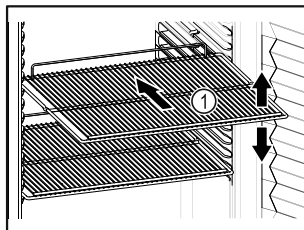

Fig. 56
- Ha a tároló rácsok Fig. 56 (1) áthelyezhetőek, akkor igazítsa be őket a kívánt magasságnak megfelelően.